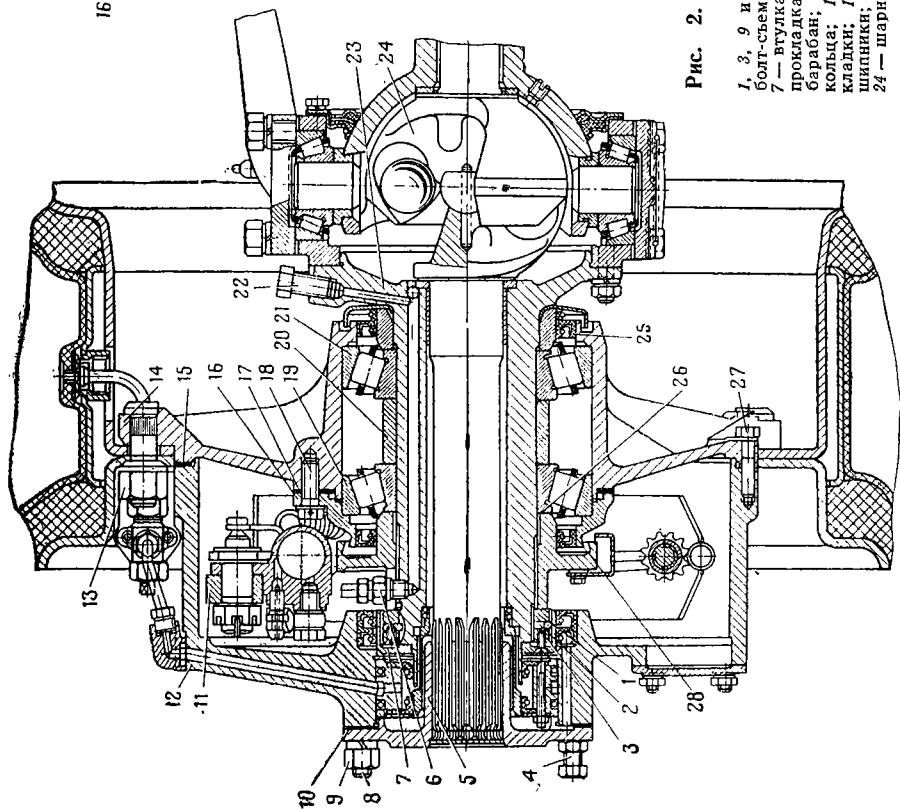
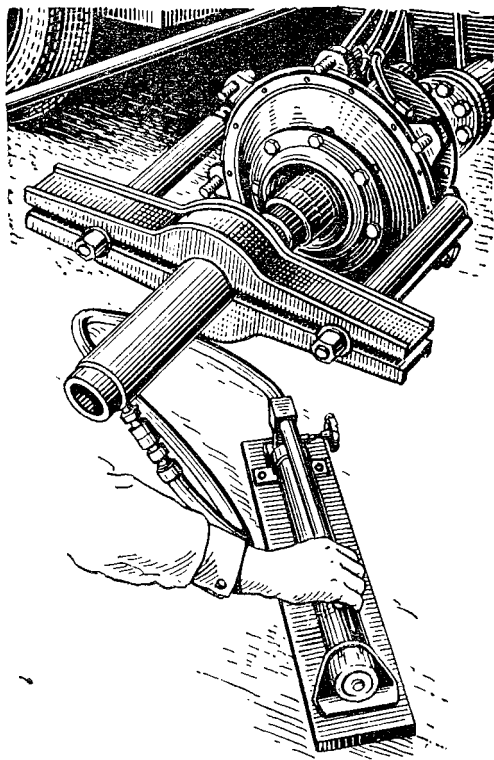

Рис. 2. Привод к переднему ведущему колесу:
Рис. 3. Спрессовка ступицы колеса универсальным приспособлением УК-2А и гидравлическим прессом ГП-20
2. Вывернуть болты 27 (рис. 2) и снять тормозной барабан 12 со ступицы 14 в сборе с фланцем 5, предварительно сделав риски на тормозном барабане и ступице для последующей установки.
6. Установить приспособление УК-2А (рис. 3) и спрессовать ступицу 14 (рис. 2) в сборе с роликоподшипниками 19 и 21.
Технические требования на монтаж. Гайки 1 и 3 (рис. 2) должны быть надежно затянуты и застопорены. Ослабление гайки 3 для совпадения винтов с прорезями стопорной шайбы 2 допускается на половину расстояния между двумя соседними прорезями.
1. Расшплинтовать и вывернуть болты 18 (рис. 2), снять крышку 16 и регулировочные прокладки 17.
а) регулировку роликоподшипников производить регулировочными прокладками 17 (рис. 2), при этом прокладок толщиной 0,1 мм должно быть не менее двух и не более пяти;
д) после затяжки болты 18 зашплинтовать проволокой, как показано на рис. 2, а концы проволоки отогнуть к краю крышки.